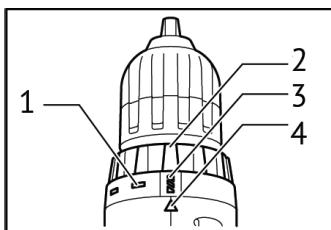

рис.5
-величина затяжки крутящего момента устанавливается вращением регулировочного кольца расцепляющей муфты (рис.5 поз.2);